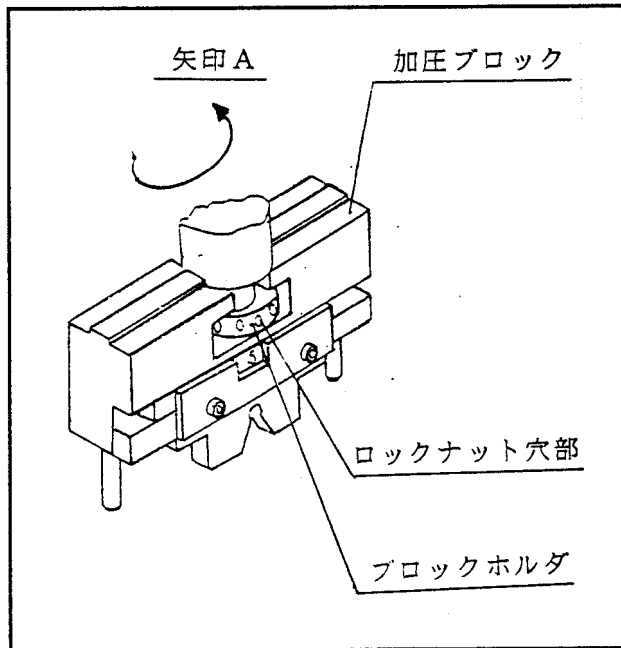

図 1
- ①図1の様に加圧ブロックの凸部をハンドプレスのブロックホルダ凹部にはめ込んで下さい。
- ②ロックナット穴部にM5六角レンチ（プレス付属品）を差込み、右方向（矢印A方向）に回して加圧ブロックを締め付け、固定して下さい。逆に回すと緩みます。